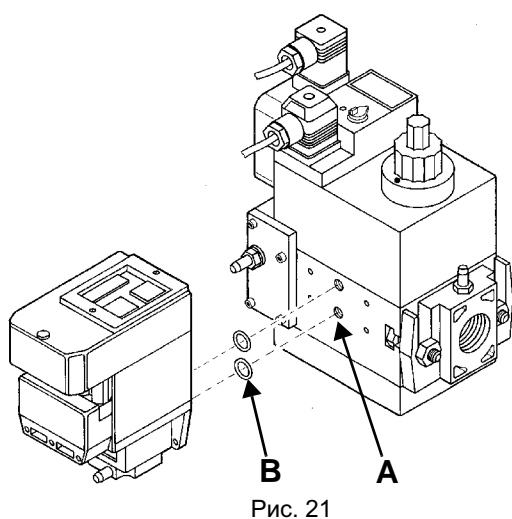
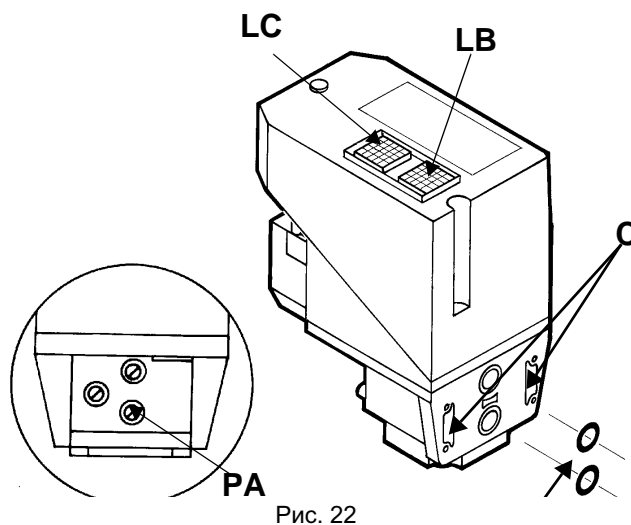

Рис. 21
Рис. 22
- 3). снять крепежные винты группы Multibloc (Рис. 21-А)
- 4). вставить уплотнительные кольца (10,5x2,25) в VPS 504 (Рис. 22-В, Рис. 21-В)
- 5). закрутить 4 винта блока контроля герметичности (M4x16) Рис. 21-С.
Для проверки работы, подсоедините манометр к штуцеру для отбора давления  $PA$  (Рис. 22). Если проверка завершилась положительно, через несколько секунд загорается жёлтая лампочка  $LC$ . В противном случае загорается красная лампочка блокировки  $LB$ . Чтобы перезапустить горелку, необходимо разблокировать блок управлением нажатием на светящуюся кнопку  $LB$ .